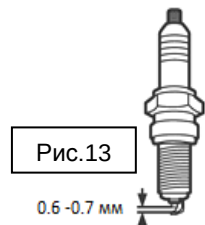

Рис.13
6. Проверьте расстояние между контактами (правильная величина 0,6-0,7 мм) и, при необходимости, скорректируйте его (рис.13).